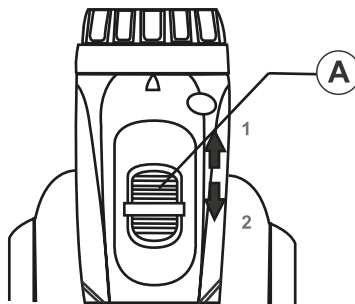

Рисунок 4. Схема перемикання режиму швидкості виробу.
1. Встановити один із двох режим швидкості обертання перемикачем (3, рис. 1), (А, рис. 4).